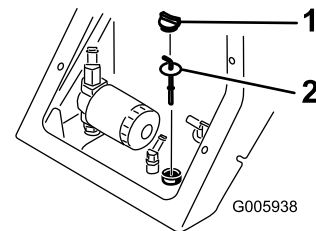

Bild 39
5. Reinigen Sie den Bereich um den Füllstutzen des Hydraulikbehälters (Bild 39).
6. Nehmen Sie den Deckel des Füllstutzens ab und prüfen Sie den Ölstand am Peilstab (Bild 39).